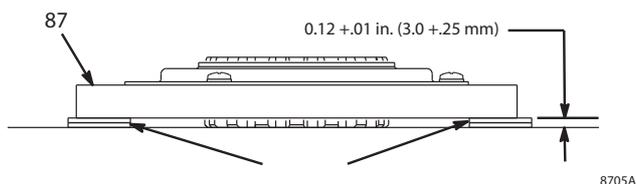

Fig. 8
- 1 Fig. 8. Coloque dos pilas de dos monedas sobre la superficie uniforme de un banco.
- 2 Coloque el inducido (87) sobre las dos pilas de monedas.